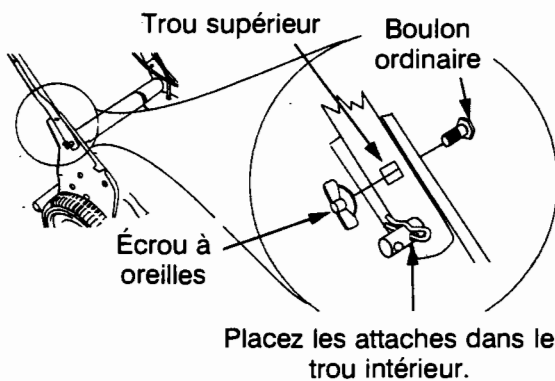

Figure 4
- À des fins d'expédition, la goupille-épingle a été placée dans le trou extérieur de la goupille soudée sur le guidon inférieur. Dégagez la goupille-épingle de ce trou. Voir la Figure 4.
- Insérez un boulon ordinaire (fourni dans le sachet de boulonnerie) dans le trou supérieur du support de montage droit du guidon (de l'intérieur vers l'extérieur). Voir la Figure 4. Maintenez-le en place avec un écrou à oreilles en plastique. Procédez de la même façon du côté gauche.